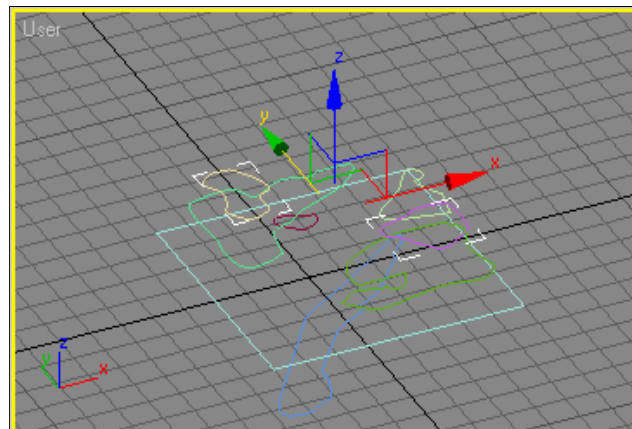

Abbildung 1.13: Die 2D-Formen, aus denen die Landschaft zusammengesetzt wird.
- In einem zweiten Schritt werden den Höhenlinien entsprechend unterschiedliche  $z$ -Koordinaten gegeben (siehe Abbildung 1.13).